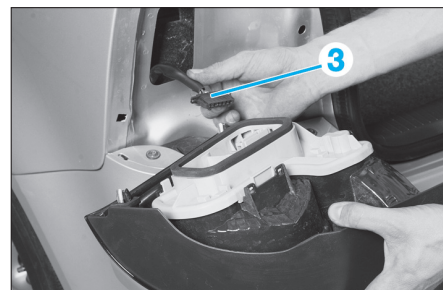

Fig. 83
- Débrancher le connecteur (3) (Fig.83).